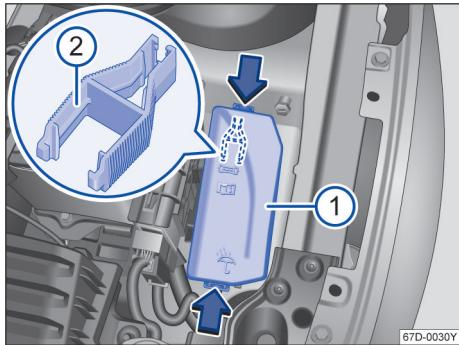

图 132 发动机舱内：保险丝盒盖板
- 沿箭头方向按压锁止按钮，以便将保险丝盒的盖板→图 132 解锁。
用来拔出保险丝的塑料夹钳→图 132 ② 位于发动机舱保险丝盒盖板的内侧。